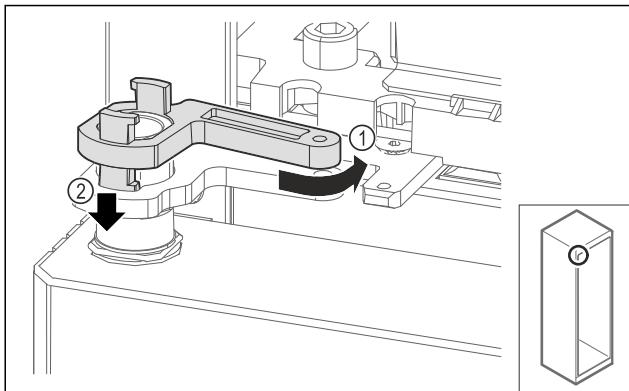

Fig. 71
- Завъртете леко блокировката на лагерната стойка назад Fig. 71 (1), натиснете я надолу Fig. 71 (2) и я блокирайте във въгъла на пантата.